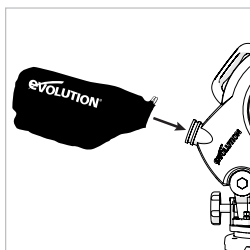

Fig. 29
- Far scorrere il sacchetto sopra la porta di aspirazione , garantendo che attanaglia la molla della porta tenendo il sacchetto saldamente in posizione. **(Fig. 29)**